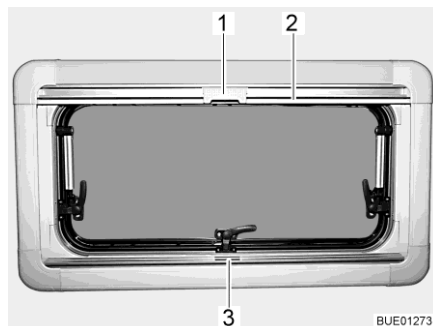
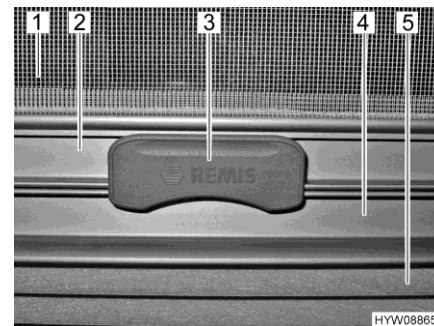

Fig. 41 Fenêtre projetante
Fig. 42 Cran
Le dispositif occultant plissé (Fig. 42,5) se trouve dans le caisson du bas.
- Saisir le dispositif occultant plissé par le centre de la barre-poignée (Fig. 41,3 et Fig. 42,4), le tirer du bas vers le haut et le relâcher à la hauteur voulue. Le dispositif occultant plissé reste alors à cette hauteur.
La moustiquaire (Fig. 42,1) se trouve dans le caisson du haut.
- Tirer la moustiquaire par la barre-poignée (Fig. 41,2 et Fig. 42,2) vers le bas jusqu'à ce qu'elle entre en contact avec celle du dispositif occultant plissé (Fig. 42,4).
- Verrouiller le cran (Fig. 41,1 et Fig. 42,3) de la moustiquaire avec la barre-poignée du dispositif occultant plissé. Quand le cran est verrouillé, le dispositif occultant plissé et la moustiquaire peuvent être réglés en même temps.
- Presser le cran (Fig. 42,3) en haut de la moustiquaire.
- Ramener lentement la moustiquaire en arrière au moyen de la barre-poignée (Fig. 41,2).